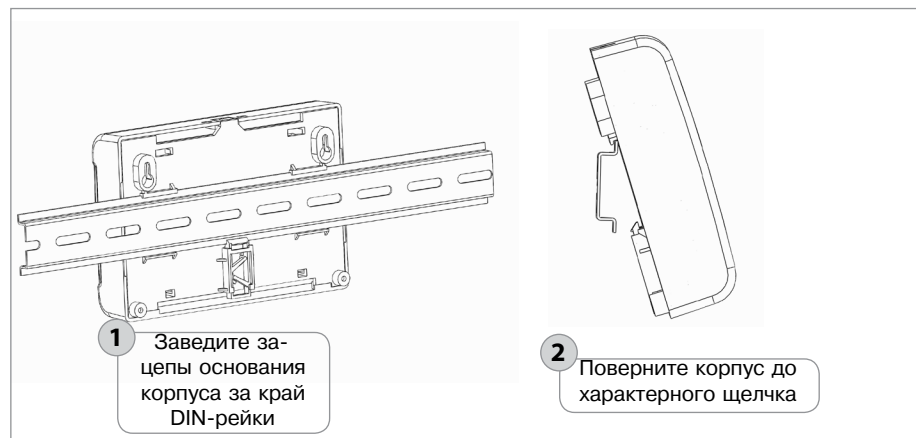

Рисунок 2. Установка блока «С2000-СП1 исп.01» на DIN-рейку
2. Установите блок на DIN-рейку в порядке, указанном на рис. 2.